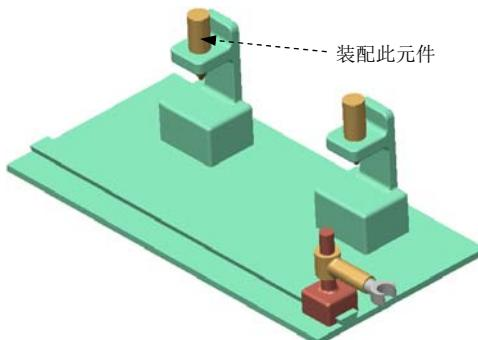

图 9.2.20 装配第二个 TOOL_TIP
(6) 单击操控板中的**√**按钮，完成滑块连接的创建。
Step10. 参考 Step8 和 Step9 的操作步骤，装配第二个 TOOL_TIP，如图 9.2.20 所示。